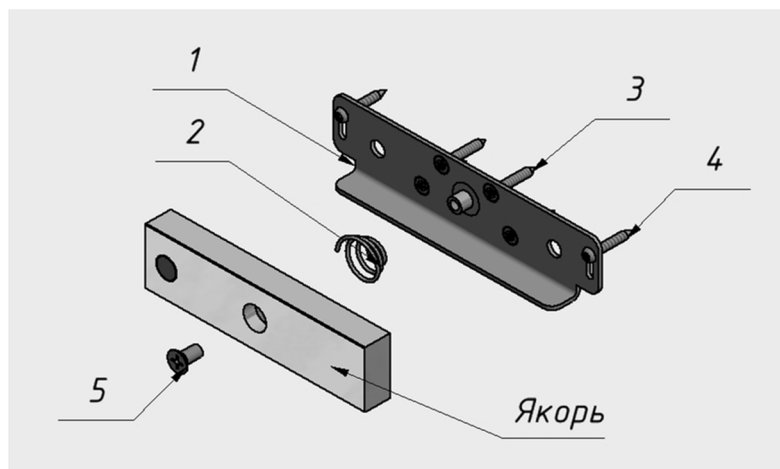

Рисунок 1
В комплект поставки входят (рисунок 1):
- Якорь (рисунок 1) входит в комплект поставки замка.